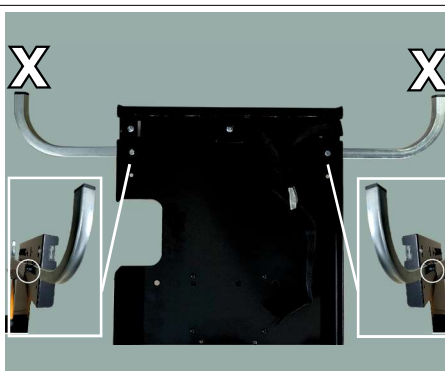

Fig. 15
Fissare sia il supporto cavi X precedentemente smontato sia quello in dotazione al kit, al porta bombola come in fig. 15
*Fix both the cable support X previously disassembled and the one supplied with the kit, to the cylinder holder as in fig. 15*
Fijar tanto el soporte de cables X previamente desmontado como el suministrado con el kit, al portacilindros como en la fig. 15